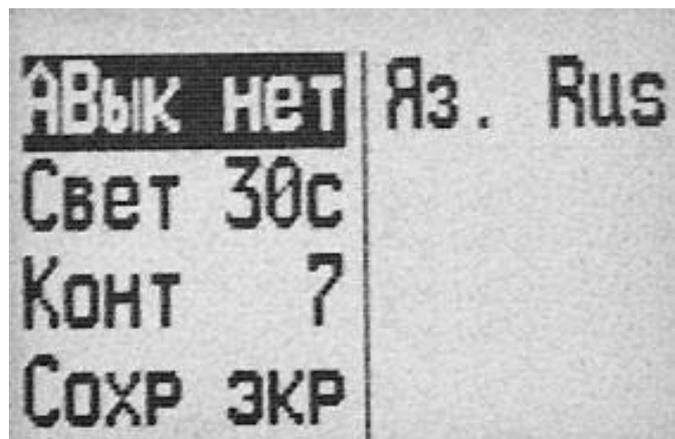

Рисунок 9
**7.17** Аппарат содержит сервисное меню, вызываемое одновременным нажатием кнопок “▽” и “+” (рисунок 9). Выбор и изменение параметров сервисного меню осуществляется аналогично основному меню аппарата (кнопками “▽” и “□” осуществляется выбор параметров, а кнопками “+” и “-” устанавливается значение параметра). При отсутствии нажатия кнопок в течение 2 с. аппарат переходит в предыдущий режим, а значение выделенного инверсией параметра сохраняется